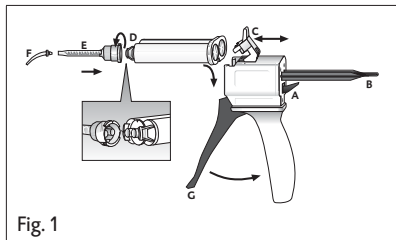

Fig. 1
1. Pressionar para cima a alavanca [Fig. 1, Pos. A] localizada na parte posterior do Automix-Dispenser e puxar a peça corredeira [Fig. 1, Pos. B] completamente para trás.
2. Puxar o trinco de plástico [Fig. 1, Pos. C] para cima, inserir o cartucho e travar com o trinco de plástico [Fig. 1, Pos. C].
1. Retirar e descartar a tampa do cartucho [Fig. 1, Pos. D] ou a câmula de mistura usada, após rodá-la 90° para a esquerda.
2. Colocar uma câmula de mistura nova [Fig. 1, Pos. E].
4. Colocar a Intraoral-Tip [Fig. 1, Pos. F].
- ▶ Misturar o material pressionando a alavanca [Fig. 1, Pos. G] do Automix-Dispenser na cânula de mistura e aplicar directamente.
2. Puxar o trinco de plástico [Fig. 1, Pos. C] para cima e retirar o cartucho.